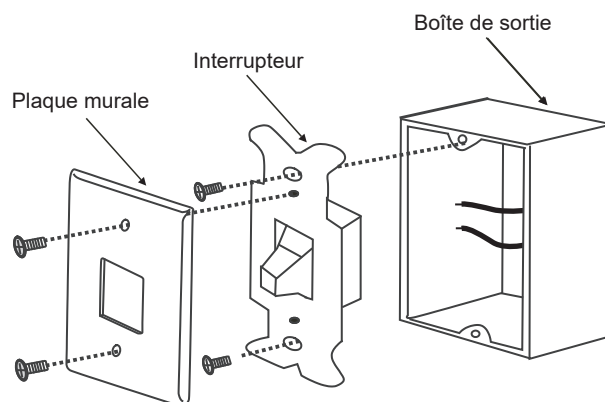

Figure 14
a. Retirez la plaque murale existante et l'ancien interrupteur du boîtier de prise murale. Câblez les fils NOIR (chauds) ensemble et repoussez-les à l'intérieur de la boîte de sortie. (Fig.14)